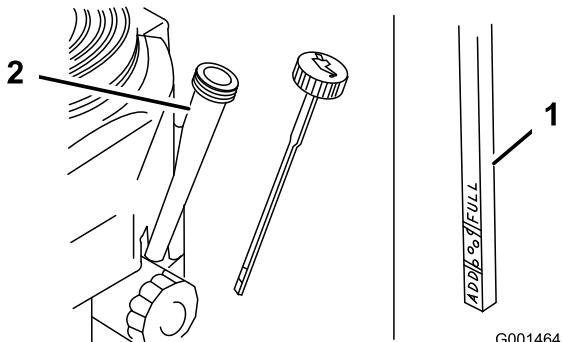

Figure 27
4. Nettoyez la surface autour de la jauge d'huile (Figure 27) pour éviter de faire tomber des impuretés dans l'orifice de remplissage, ce qui endommagerait le moteur.
5. Retirez la jauge d'huile et essuyez soigneusement son extrémité (Figure 27).
6. Remettez la jauge au fond du tube de remplissage, mais sans la visser (Figure 27).
8. Versez avec précaution environ 80 % de la quantité d'huile spécifiée dans le goulot de remplissage (Figure 27).